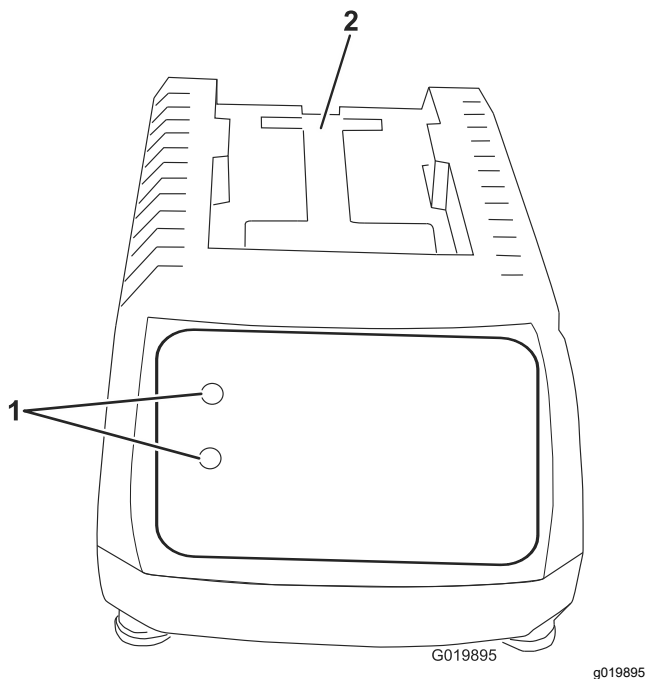
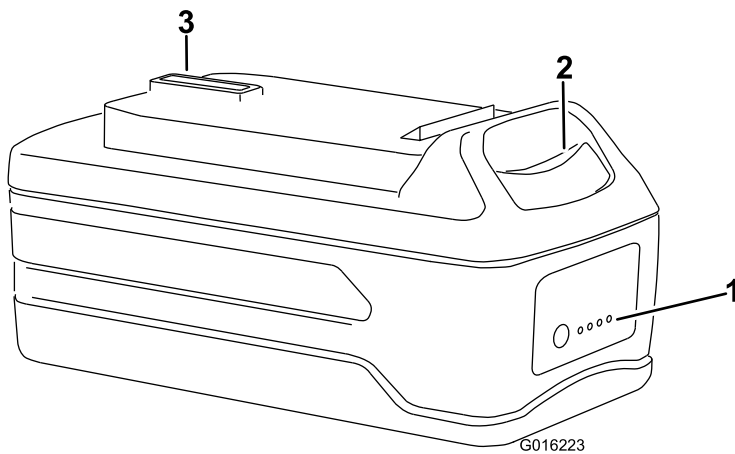

Figura 4
Figura 5
- Ponga la batería boca abajo y alinee el terminal de la batería con la ranura del cargador (Figura 4 y Figura 5).